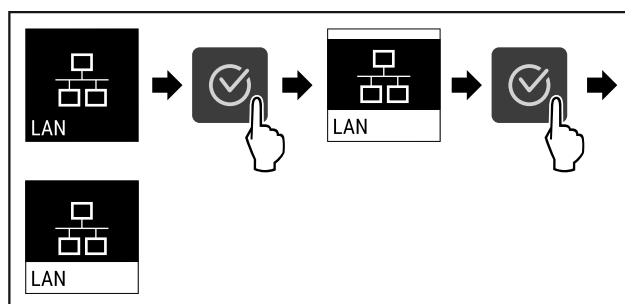

Fig. 92
- ▶ Vykonajte kroky akcie (pozri Fig. 92).